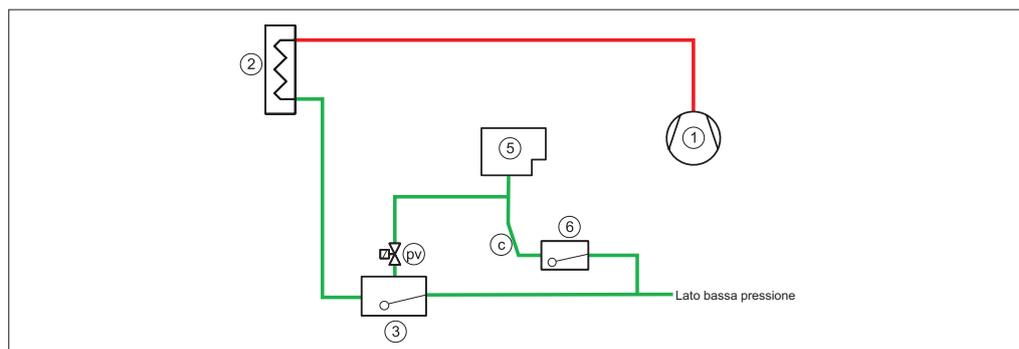

Fig. 8 Connessioni valvola spurgo aria (pv). Le tubature di scarico (c) devono essere verticali/inclinazione verso il basso
Per sistemi con un controllo livello del liquido ad alta pressione, l'aria si depositerà nella valvola a galleggiante (3). (vedere Fig. 8).